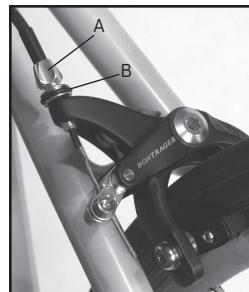

Abbildung 11. Einstellungsselemente für Bremszüge
6. Drehen Sie die Einstellschraube (Abbildung 11) um ein bis zwei Umdrehungen heraus. Ziehen Sie die Sicherungsmutter der Einstellschraube an, um die Einstellung zu fixieren.